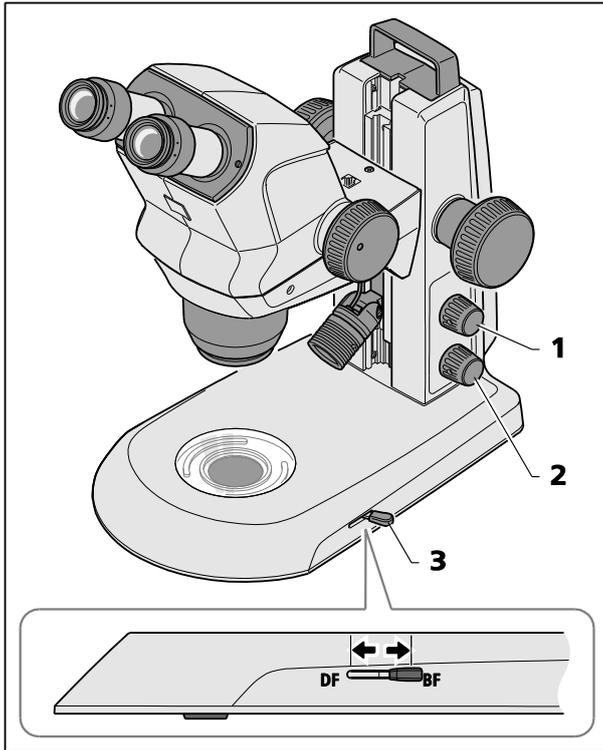

Fig. 19 Module de lumière transmise dans le statif K EDU
- Allumer la lumière transmise en appuyant sur le bouton du bas (Fig. 19/2).
- La faire varier en réglant le levier (Fig. 19/3) entre l'éclairage sur fond lumineux et sur fond sombre.
Appuyer sur le bouton du haut (Fig. 19/1) pour incorporer la lumière réfléchie (voir paragraphe 4.2 page 25).